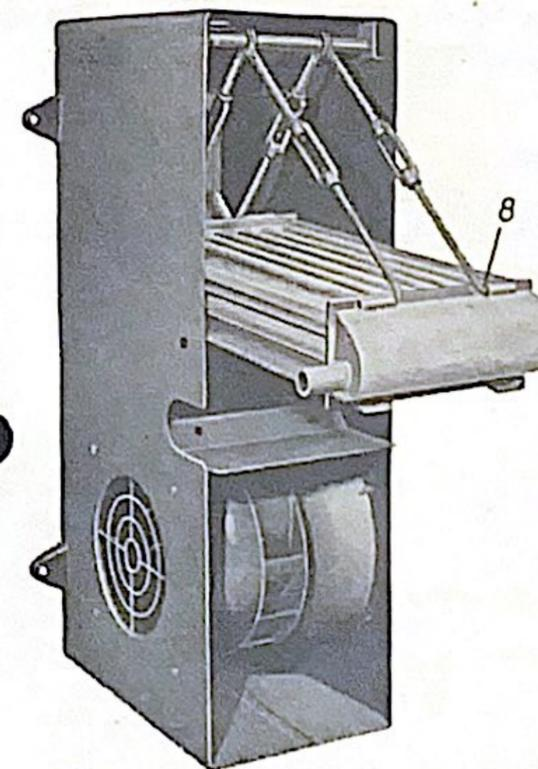
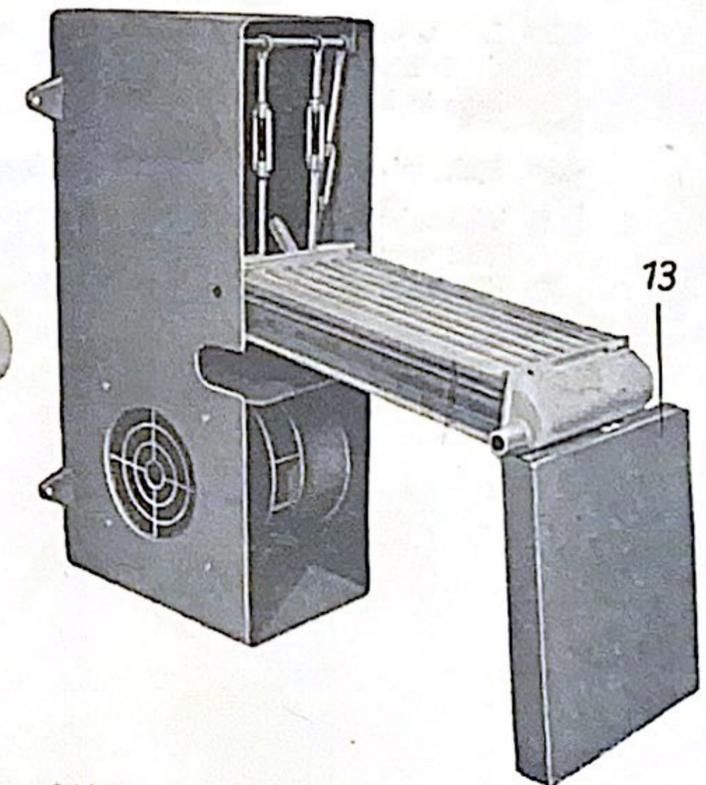

Bild 5
Bild 6
- 4.2.6 Herausschwenken des Heizregisters (Bild 5).
- 4.2.7 Lösen der Verbindung zwischen Heizregisterende (8, Bild 5) und den Gestängeschenkeln. – Bei gleichzeitiger Unterstützung des Registerendes durch die Montagepersonen wird das Heizregister noch weiter aus dem Gehäuse herausgeschwenkt und auf einen bereitgestellten Bock (13, Bild 6) abgesetzt. In dieser Lage ist die Reinigung von allen Seiten möglich.